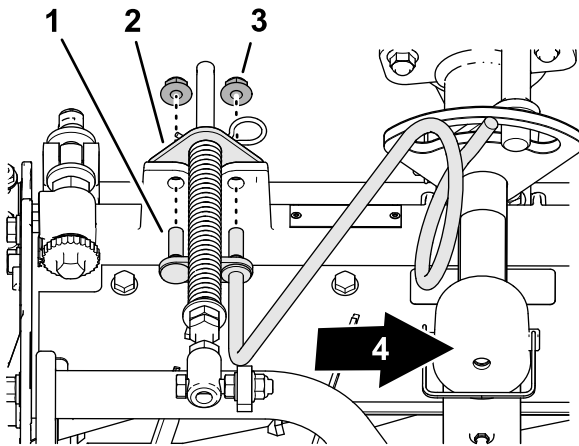

**Bild 14**
- Entfernen Sie die beiden Sicherungsbundmutter ( $\frac{3}{8}$ " ) und die beiden Schlossschrauben ( $\frac{3}{8}$ " x  $1\frac{1}{4}$ " ), mit denen die Halterung des Rasenkompensierung am Rahmen des Mähwerks befestigt ist (Bild 14).